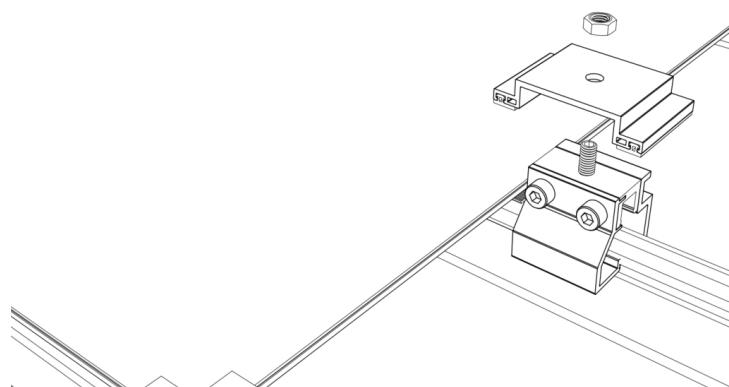

図 2
- まず、ソケットレンチを使ってクランプカバーのボルトを外し、カバーを取り外します(図 2 参照)。